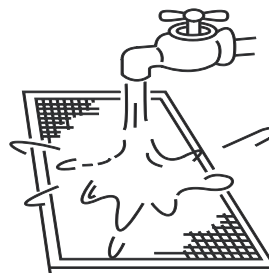

Figura 14.4
- b. In caso di utilizzo di acqua pulita, il lato di aspirazione dell'aria deve essere rivolto verso il basso (fare riferimento alla Figura 14.4).